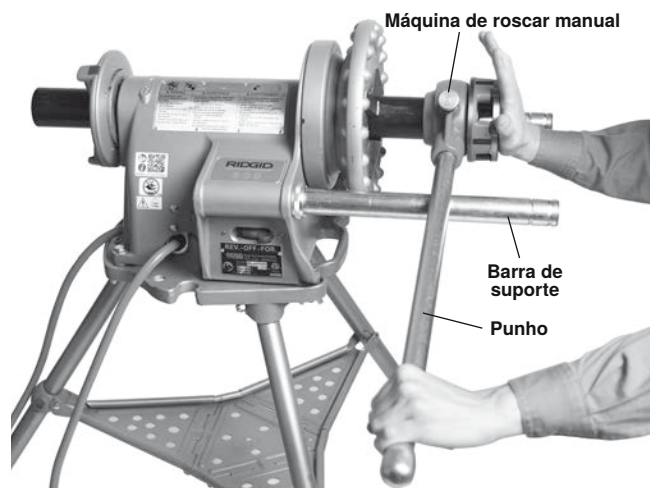

Figura 17 – Empurrar o roscador manual no tubo para encaixar as tarraxas
Coloque a cabeça de roscar sobre a extremidade do tubo como ilustrado na *figura 17*. Apoie o cabo do roscador na barra de suporte do lado do interruptor. Segure a extremidade do cabo do roscador com a mão esquerda. Para evitar entalamento, não coloque a mão ou os dedos entre o cabo do roscador e a barra de suporte. Mantenha o cabo em contacto com a barra de suporte. Aplique óleo na extremidade do tubo e nas tarraxas.
2. Com a palma da mão direita, empurrar contra a placa de cobertura da cabeça de roscar, mantendo a cabeça de roscar contra a extremidade do tubo (*figura 17*). Pressione o interruptor de pedal. Não use luvas, jóias, ou um pano ao pressionar a placa de cobertura – isto aumenta o risco de emaranhamento e ferimentos. Mantenha a mão afastada do tubo em rotação. Assim que as tarraxas se encaixarem, as roscas são cortadas à medida que as tarraxas avançam para a extremidade do tubo.